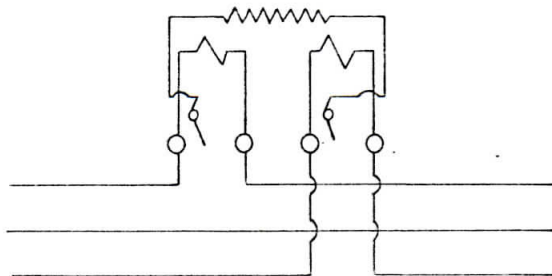

FIG. 11
6.- Otro error o mejor descuido del instalador, se ilustra en la Fig. 11